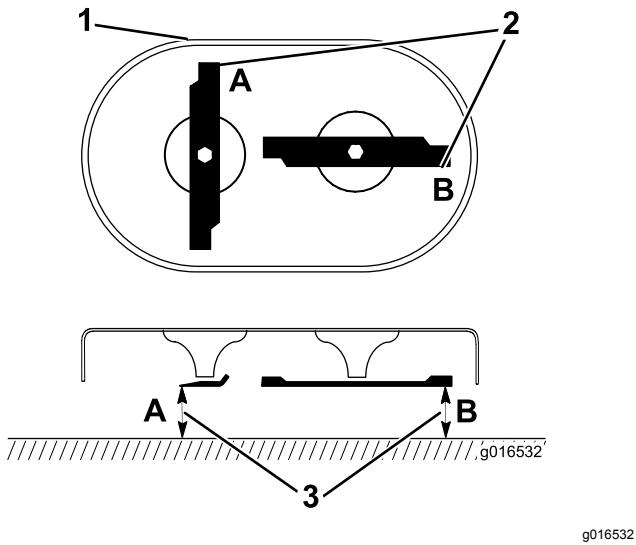

Figura 39
1. Gire las cuchillas a la posición mostrada en Figura 39.
2. Mida desde una superficie nivelada hasta los filos de corte, en las posiciones **A** y **B** (Figura 39) y anote las dimensiones.
3. Gire las cuchillas de manera que sus extremos opuestos están en las posiciones **A** y **B** (Figura 39).